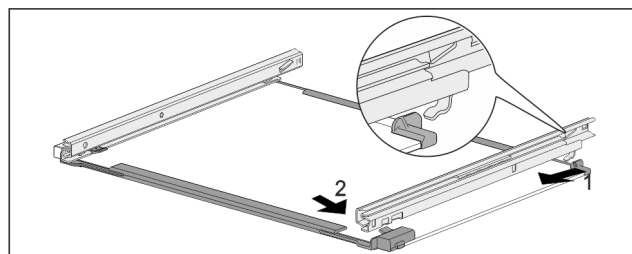

Fig. 192 Скляна пластина з рейками
- ▶ Зачепити рейку ззаду. Fig. 192 (1)
- ▶ Зафіксуйте рейку спереду. Fig. 192 (2)